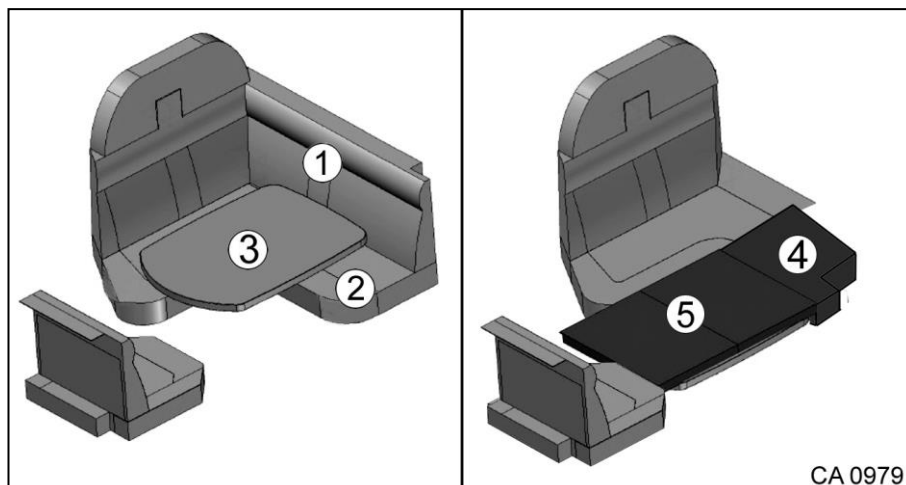

Fig. 75 Transformer les canapés en couchage pour la nuit
1. Enlever le coussin dossier (Fig. 75/1) et le coussin d'assise (Fig. 75/2).
2. Abaisser la table (Fig. 75/3).
3. Mettre en place le premier coussin d'appoint (Fig. 75/4).
4. Mettre en place le deuxième coussin d'appoint (Fig. 75/5).